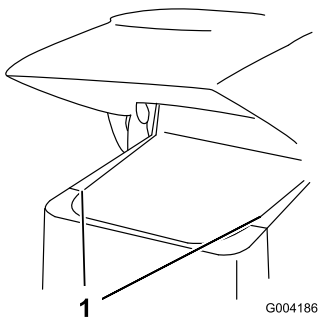

Bild 26
- Schieben Sie die Seitengitter (Bild 26) nach oben und aus den Schlitten im vorderen Gitter und im Rahmen.